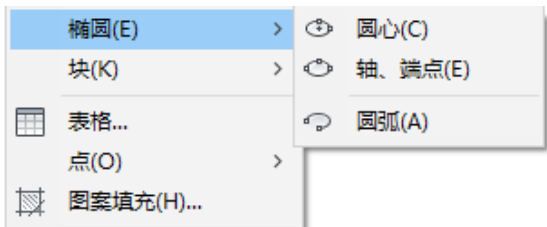

图 4-51 【椭圆】子菜单命令
- ☆ 选择【绘图】→【椭圆】子菜单命令, 如图 4-51 所示。